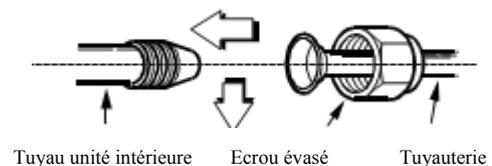

Fig.20
- Vissez suffisamment l'écrou évasé à la main, puis procédez au serrage à l'aide d'une clé plate et d'une clé dynamométrique tel qu'indiqué dans les Fig.20&21.